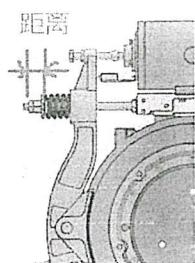

图 6.2 牵引机制动系统示意图
- 1) 分别记录制动臂组件弹簧压缩后，螺母到挡圈端部的距离；见图 6.2